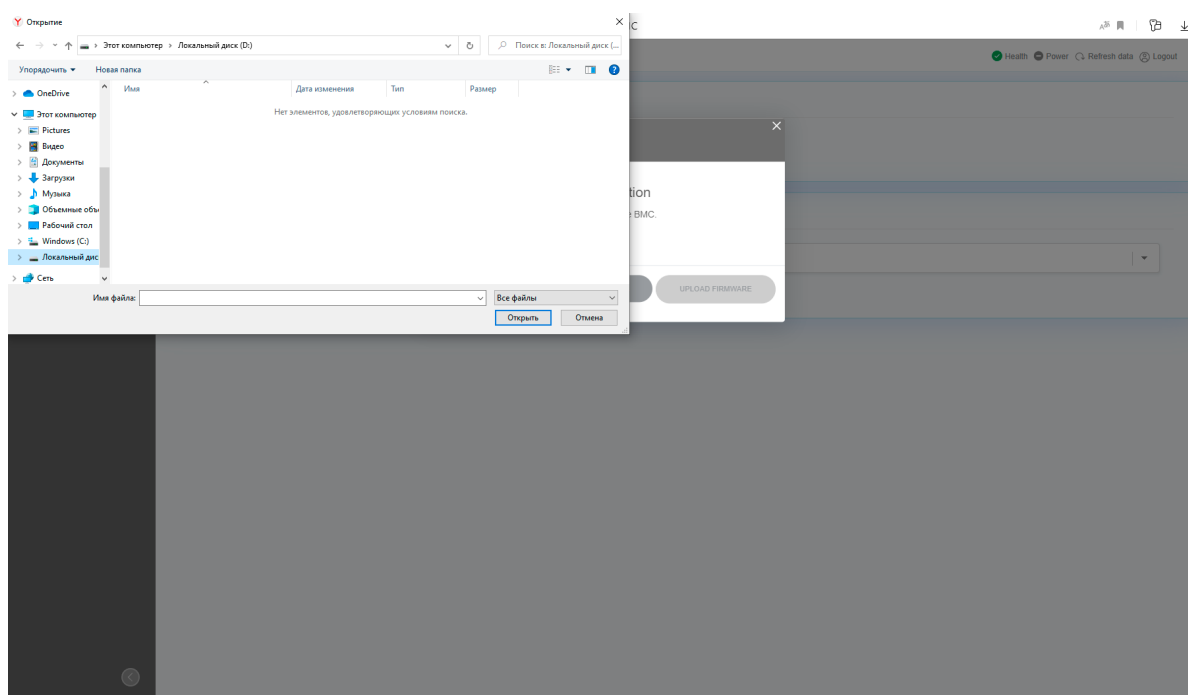

Рис. 76. Выбор директории с новой версией BMC
- 4) В нужной вам директории выберите файл с новой версией обновления BMC. Окно показано на рис. 76 Выбор директории с новой версией BMC.